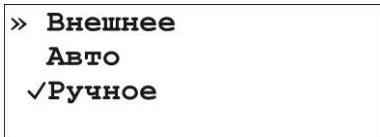

Рисунок 4.3 - Экран меню управления давлением
3. В меню "Управление давлением" (рис. 4.3) клавишами Δ, ∇ выбрать режим управления давлением (установить флажок) при помощи клавиши \checkmark .